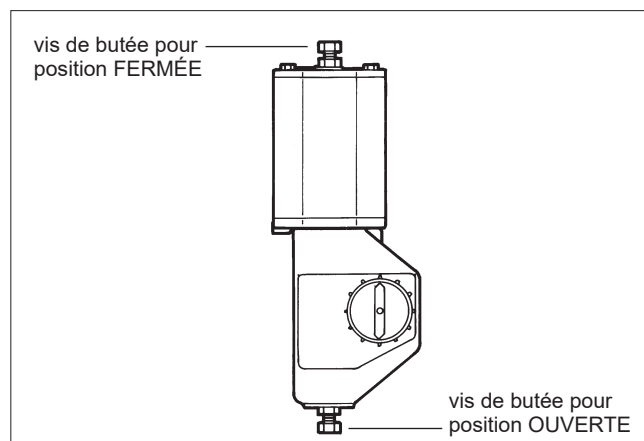

Fig. 22 Réglage des positions ouverte et fermée
- Réglez les positions ouverte et fermée de l'obturateur à l'aide des vis de butée situées aux deux extrémités, cf. Fig. 22. La position précise de l'ouverture peut être observée dans le passage du corps de la vanne. Vérifiez également que la flèche jaune sur l'actionneur indique la position d'ouverture d'écoulement de l'obturateur. **Gardez toujours les doigts à bonne distance du passage !**